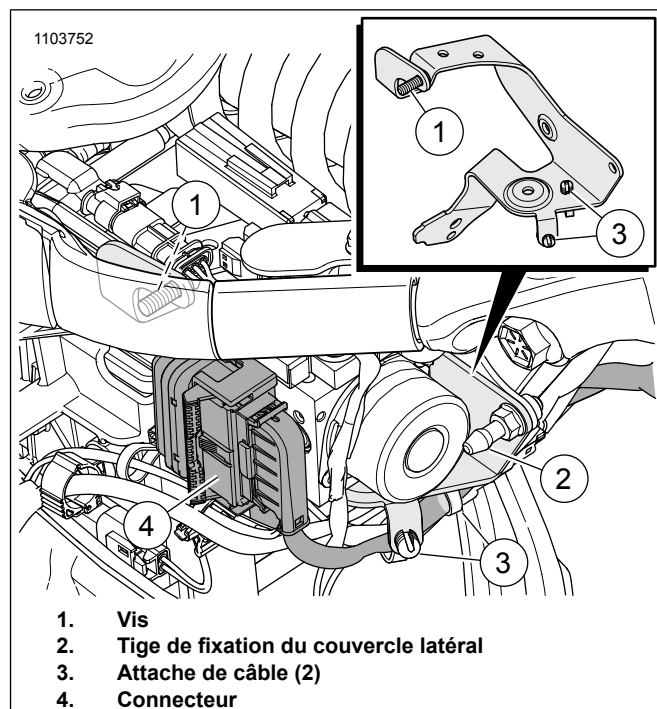

Figure 5. Module ABS
- c. Installez le module ABS (3) avec le support.
- d. Voir la Figure 5. Installer la vis (1). Serrer.